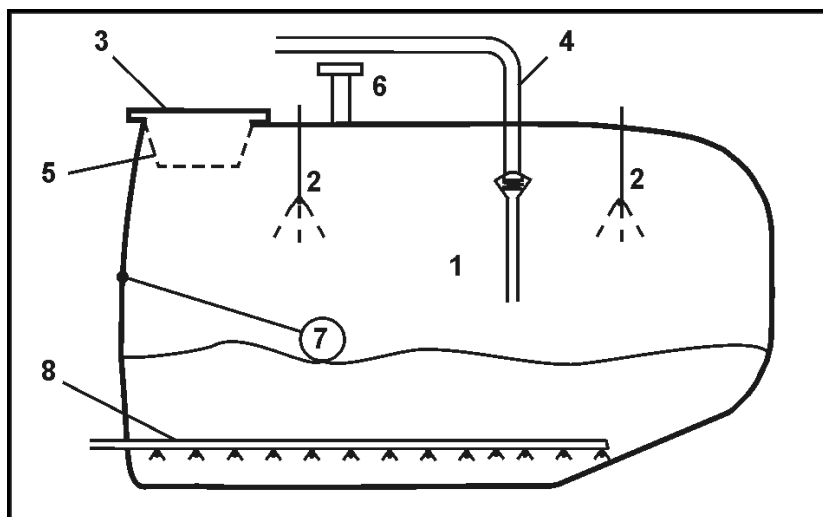

Fig. 51
- Den røde markeringen (Fig. 51/1) på støttefotkontrollvisningen er synlig når maskinen er satt ned på den hydrauliske støttefoten.